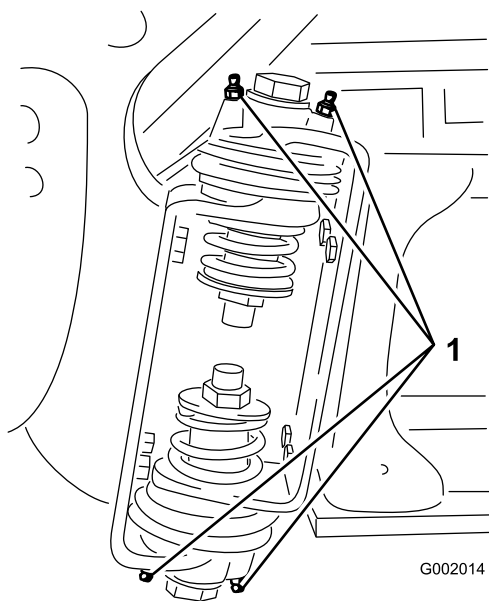

Figura 70
2. Bombee grasa en el cojinete o casquillo de cada punto de engrase (Figura 70).